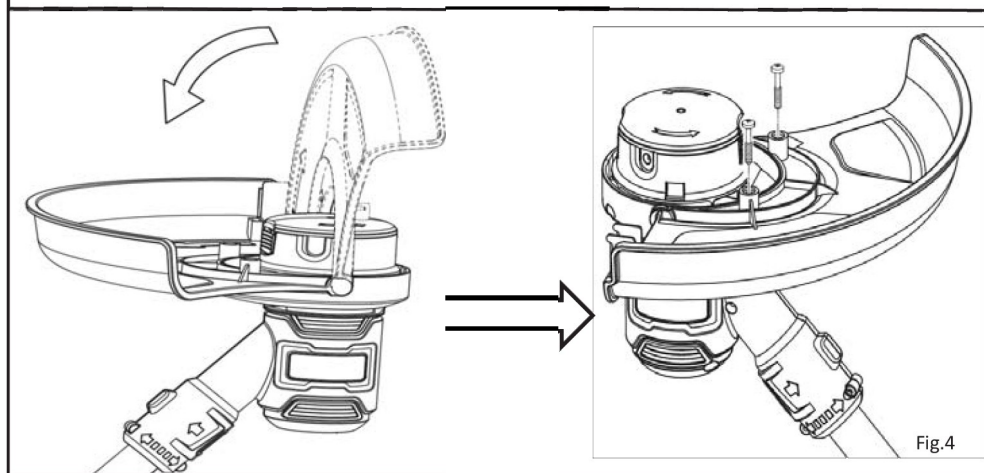

Fig.4
2. Rotiți protecția 1n poziția potrivită, apoi instalați două Țuruburi (vezi Fig .4)